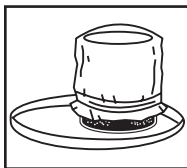

FIGURA 6
14. Deslice el anillo de montaje sobre el filtro hasta que quede en posición contra los bordes del alojamiento de la tapa **FIGURA 6**. No use nunca la manga de hule-espuma sin el filtro reutilizable para aspiración de sólidos.